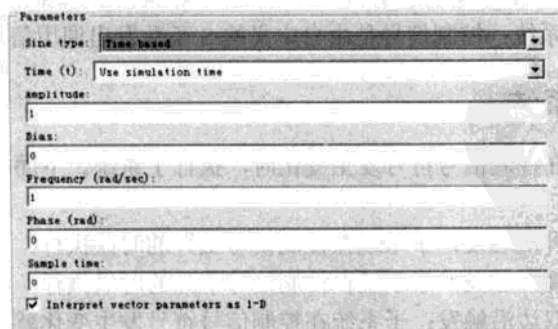

图 7.10 Sine Wave 模块参数设置
(2) Sine Wave 模块参数设置。其中 Amplitude 为 1, Bias 为 0, Frequency 为 1, Phase Delay 为 0, Sample time 为 0, 如图 7.10 所示。